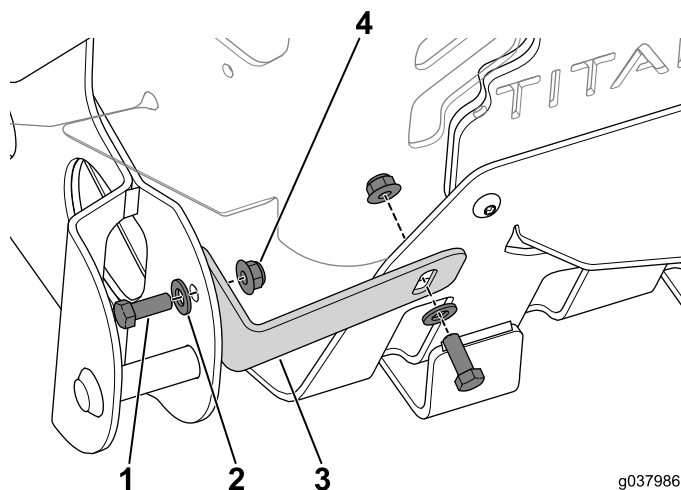

図 14
1. バグーブラケットを機体に取り付けるボルト $\frac{3}{8}$ x 1"2本、ワッシャ、ナット2個を使用する 図 14。